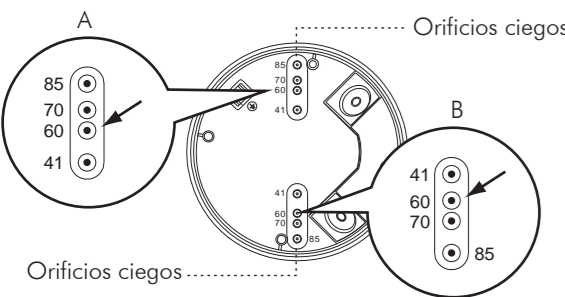

FIG.12-A
3.4.3.1 Se pueden seleccionar 4 pares de orificios ciegos con varias distancias de 41 mm a 85 mm sobre la caja de conexiones para diferentes aplicaciones de montaje (Ver FIG.12-A). Seleccione dos figuras iguales en ambos extremos para la distancia correspondiente para la fijación (Ver FIG.12-B)